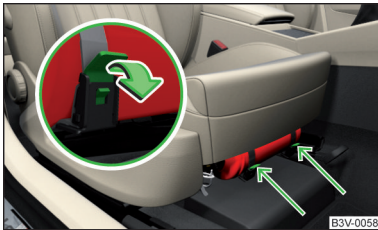

Abb. 239
- Die beiden Gurte lösen, indem an den jeweiligen Sicherungen in Pfeilrichtung gezogen wird » Abb. 239.